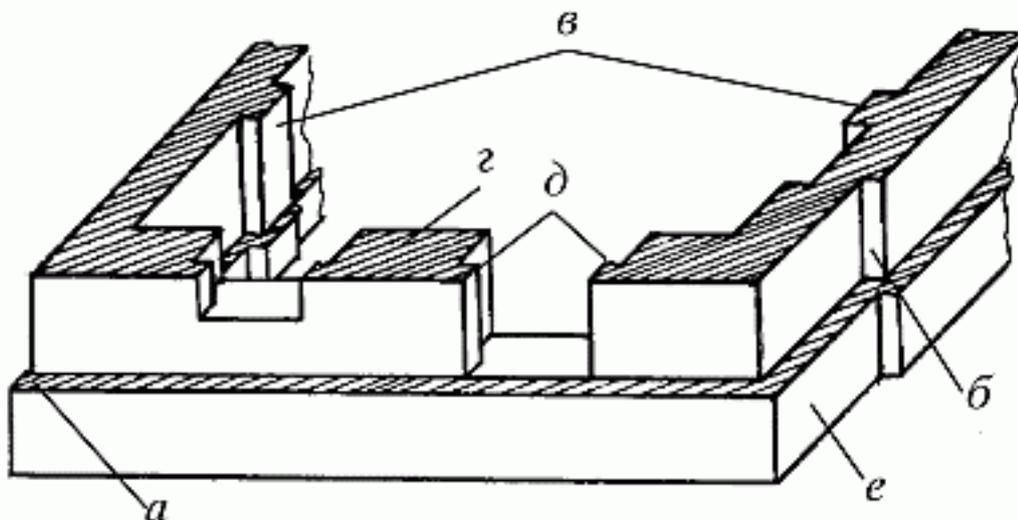

Рис. 8. Детали каменных конструкций: а – обрез; б – уступ кладки; в – пилястры; г – простенок; д – четверть; е – цоколь
Обрез (рис. 8, а) делают с отступом от лицевой части кладки при переходе от цоколя к стене, при уменьшении толщины стен в верхних этажах зданий и т. д. Выше обреза стена имеет меньшую толщину. Последний перед обрезом ряд кладки должен быть тычковым.
*Уступ* (рис. 8, б) – кладка, смещенная относительно основной плоскости стены по вертикали.
*Пилястры* (рис. 8, в) – столбы прямоугольной формы, которые выступают из общей лицевой плоскости стены, выкладываются вперевязку с нею.
*Простенок* (рис. 8, г) – так называют участок кладки в конструкциях стен, предусматривающих оконные и дверные проемы, расположенный между двумя соседними проемами. Их можно выкладывать в виде простых прямоугольных столбов или в виде столбов с четвертями, в которых будут крепиться дверные и оконные блоки (рис. 8, д).